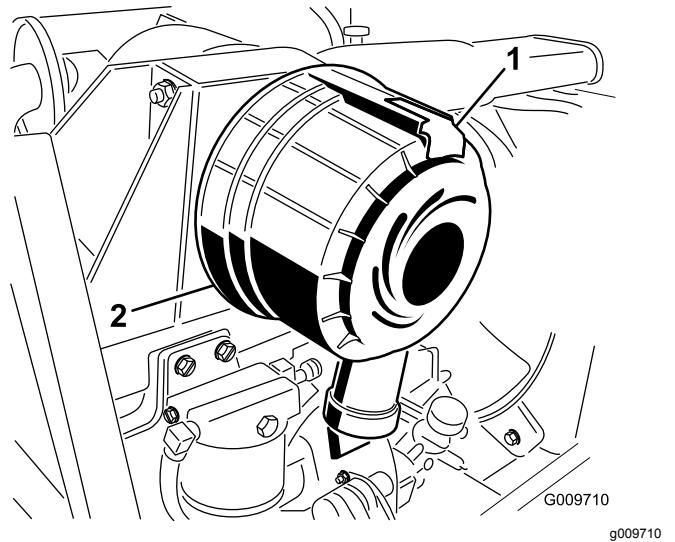

Bild 33
1. Ziehen Sie den Riegel nach außen und drehen Sie die Luftfilterabdeckung nach links (Bild 33).